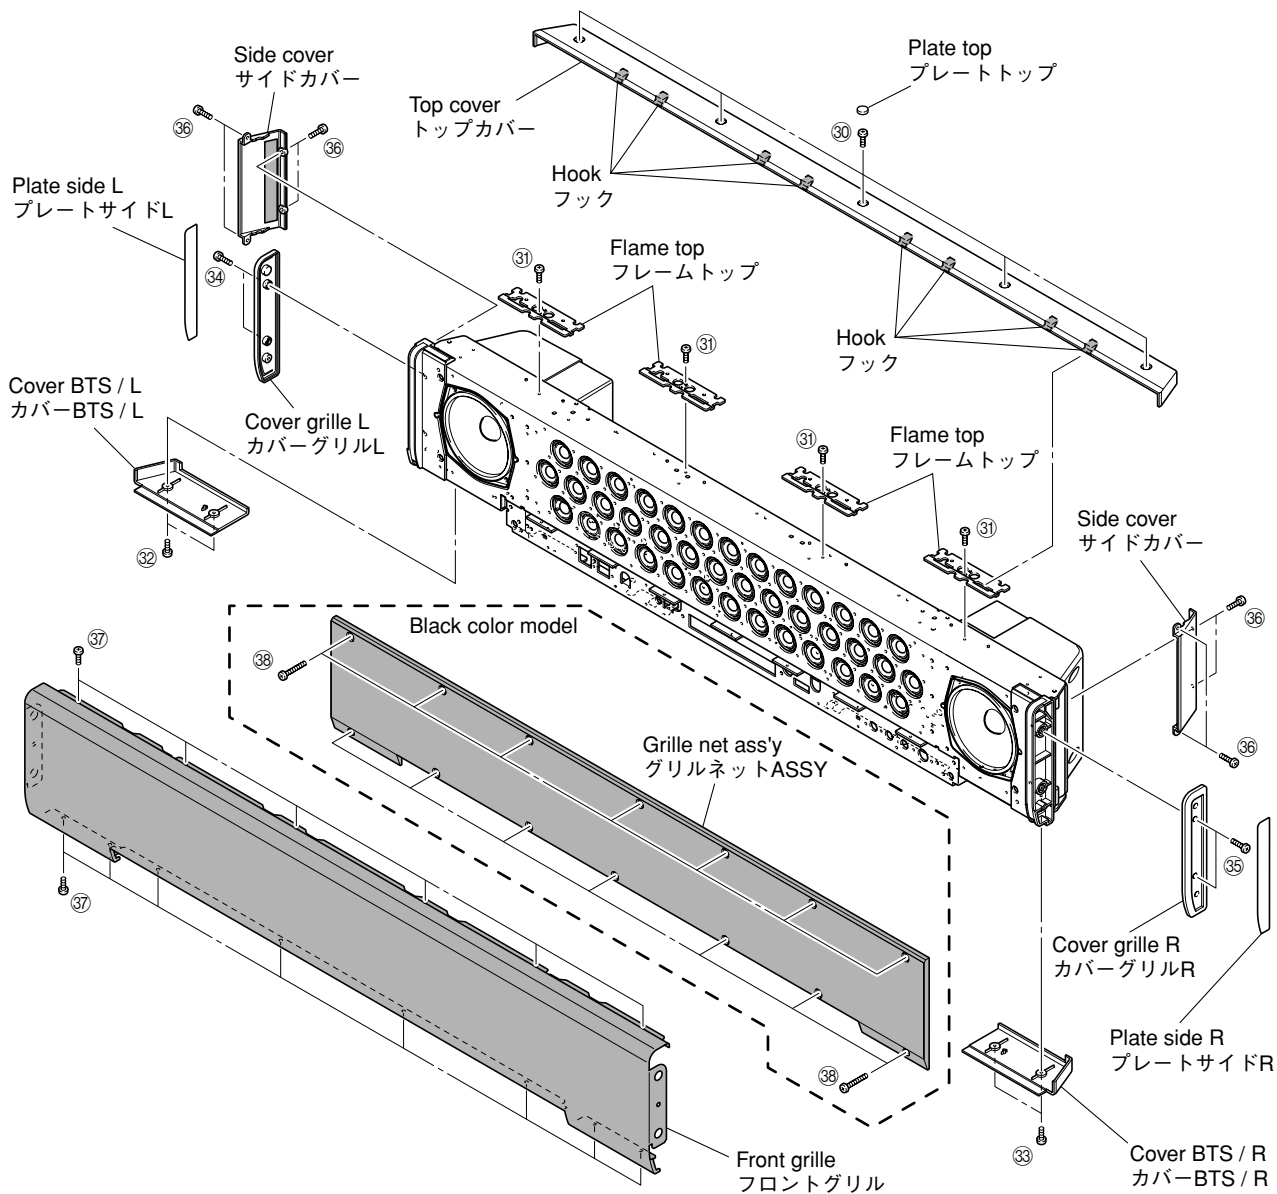

Fig. 13
- Remove the plate top and 5 screws (30). (Fig. 13)
- Lift up the rear of the top cover a little and after removing 8 hooks, remove it rearward. (Fig. 13)
- * To install the top cover, be sure to install 8 hooks at the front first and then install 5 screws (30). (Fig. 13)
- Remove 4 screws (31) and remove 4 top frames.
- Remove 2 screws (32) and then remove the cover BTS/L. (Fig. 13)
- Remove 2 screws (33) and then remove the cover BTS/R. (Fig. 13)
- Remove 2 screws (34) and then remove the cover grille L. (Fig. 13)
- Remove 2 screws (35) and then remove the cover grille R. (Fig. 13)
- Remove 8 screws (36) and remove 2 side covers. (Fig. 13)
- Remove 14 screws (37) and then remove the front grille. (Fig. 13)
- プレートトップを外し、30のネジ5本を外します。(Fig. 13)
- トップカバーの後ろを少し持ち上げ、フック8ヶ所を外し、後方へ取り外します。(Fig. 13)
- * トップカバーを取り付ける場合は、必ず前方のフック8ヶ所から取り付け、次に30のネジ5本を取り付けてください。(Fig. 13)
- 32のネジ2本を外し、カバー-BTS/Lを取り外します。(Fig. 13)
- 33のネジ2本を外し、カバー-BTS/Rを取り外します。(Fig. 13)
- 34のネジ2本を外し、カバーグリルLを取り外します。(Fig. 13)
- 35のネジ2本を外し、カバーグリルRを取り外します。(Fig. 13)
- 36のネジ8本を外し、サイドカバー2個を取り外します。(Fig. 13)
- 37のネジ14本を外し、フロントグリルを取り外します。(Fig. 13)
- a. Remove 14 screws (38). (Fig. 13)
- b. Remove grille net ass'y. (Fig. 13)
- a. 38のネジ14本を外します。(Fig. 13)
- b. グリルネットASSYを取り外します。(Fig. 13)